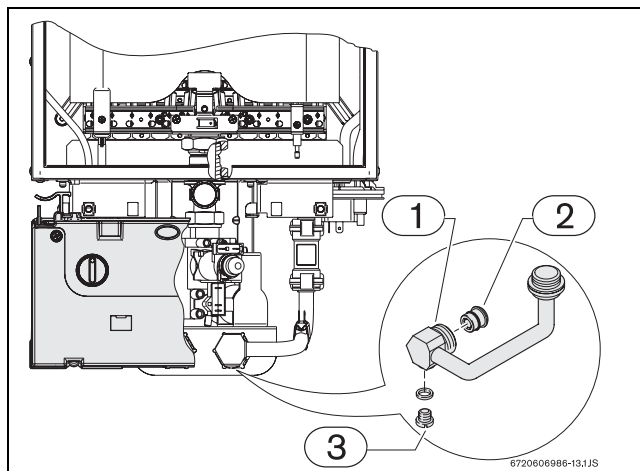

Fig. 8 Vis de vidange
- Desserrer la vis de vidange (Fig. 8) située dans le tuyau d'entrée de l'eau.